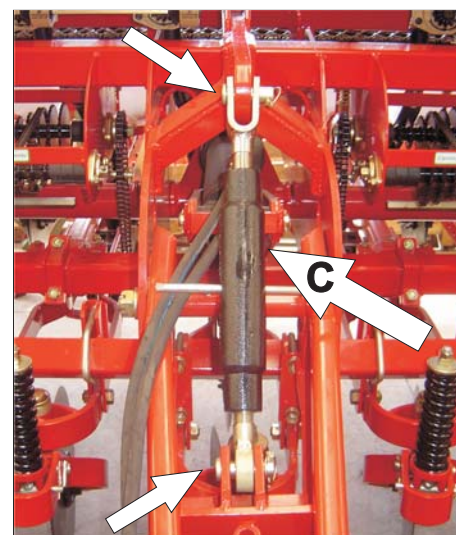

Fig. 3
3. Coloque o braço regulador do 3º ponto (C), fixando com os pinos do suporte do chassi e do cabeçalho. - **Fig. 3**
Após ter determinado a profundidade do disco de corte, pode-se proceder ao nivelamento da máquina. Para o nivelamento da máquina regula-se no 3º ponto (C), -(Fig. 3) página (11).